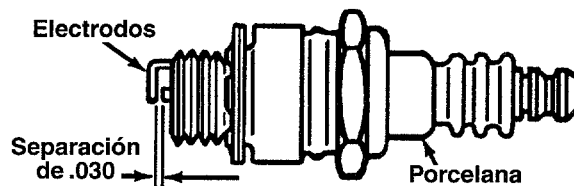

Figura 19
- Limpia la bujía y reajuste la separación .030" una vez por temporada por lo menos o cada 50 horas de operación. Se recomienda el reemplazo de la bujía al comienzo de cada temporada. Refiérase a la lista de piezas del motor para el tipo correcto de bujía. Vea la figura 19.